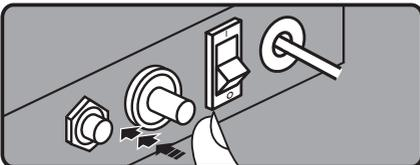

Abb. 3c: Gasventil-Knopf betätigen
5. Betätigen Sie bei gleichzeitig gedrücktem Gasventil-Knopf (siehe Abb. 3c) den Piezo-Druckknopf an der Geräteseite (siehe Abb. 3d) mehrmals hintereinander.